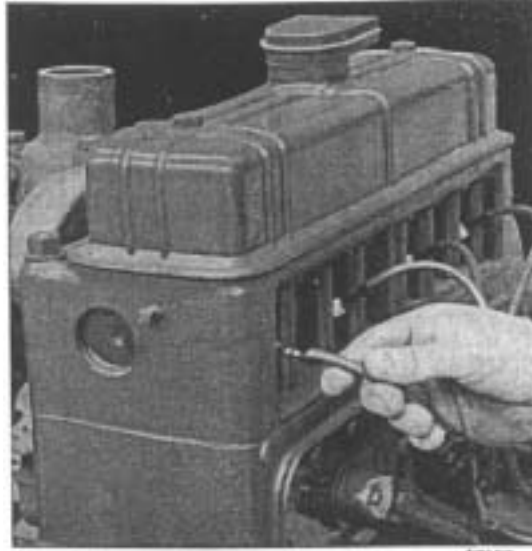

Bild 37. Provning av tändningssystemet.
4. Kontrollera tändningssystemet. Detta kan lämpligen ske genom att en av kablarna lossas från sitt tändstift och hålles c:a 5 mm från motorgodset, medan motorn köres runt med hjälp av startmotorn (se bild 37).